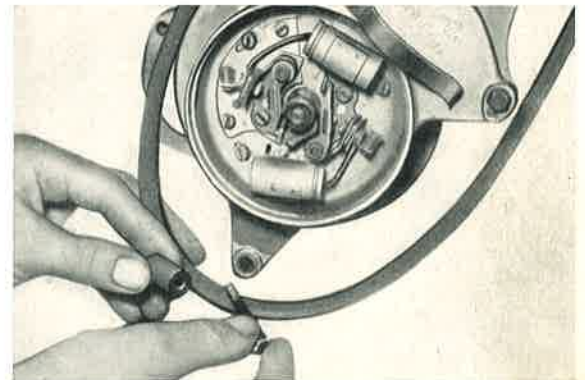

Bild 233: Der Keilriemen wird nach Entfernen der Halteschraube für das Unterbrechergehäuse abgenommen.
4. Untere Befestigungsschraube am Unterbrechergehäuse lösen, Zwischenrohr herausnehmen. Riemen durchführen und herausnehmen (Maulschlüssel 10 mm) (Bild 233).